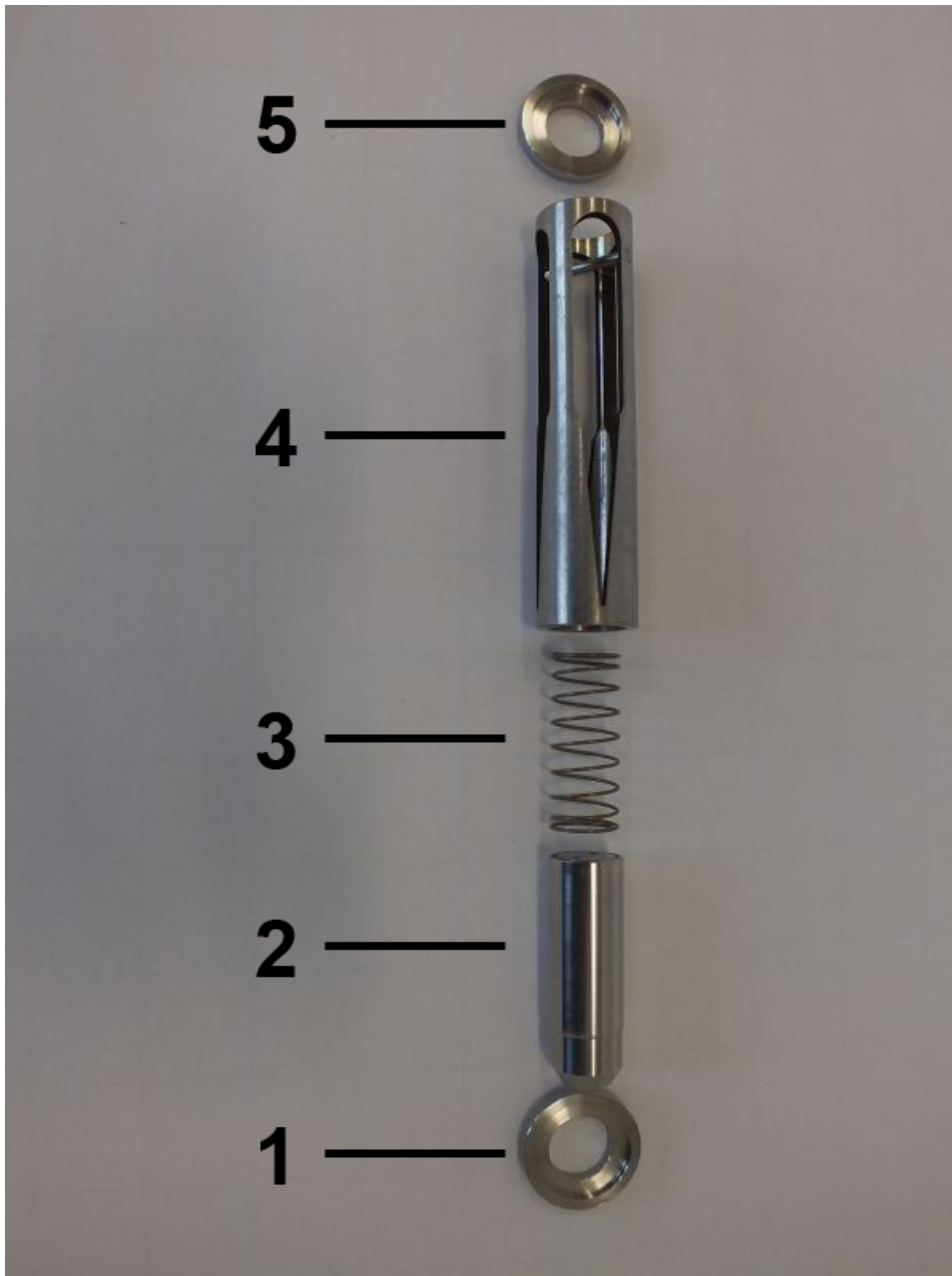

Abb. 52: Innenteile DUM/A
6. ➤ Zentrierscheibe (Eingang) (Abb. 52/1), Schwebekörper (Abb. 52/2), Feder (Abb. 52/3), Schlitzdüse (Abb. 52/4) und Zentrierscheibe (Ausgang) (Abb. 52/5) als Innenteile des Strömungswächters